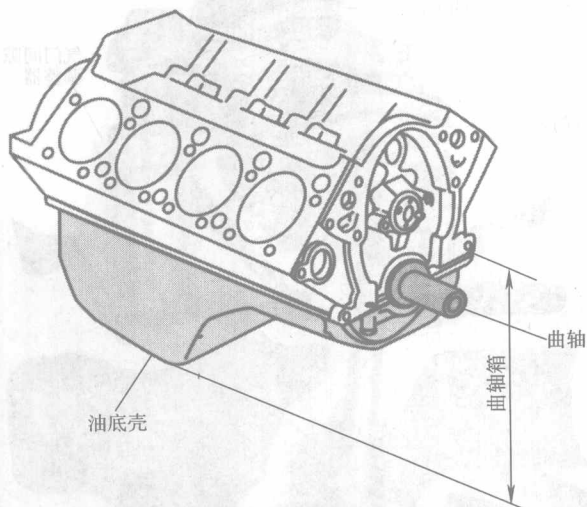

图 1-22 油底壳密封曲轴箱
- 油底壳。油底壳是模压钢板或铸铝件，用来封闭曲轴箱（图 1-22）。其内部有一个蓄油池，发动机机油在此表面被流经的空气冷却。油底壳在发动机拆卸或替换时很可能被损坏。有时候甚至由于变形，与曲轴发生碰撞。这样装配后，会使发动机启动时发出较大的噪声。